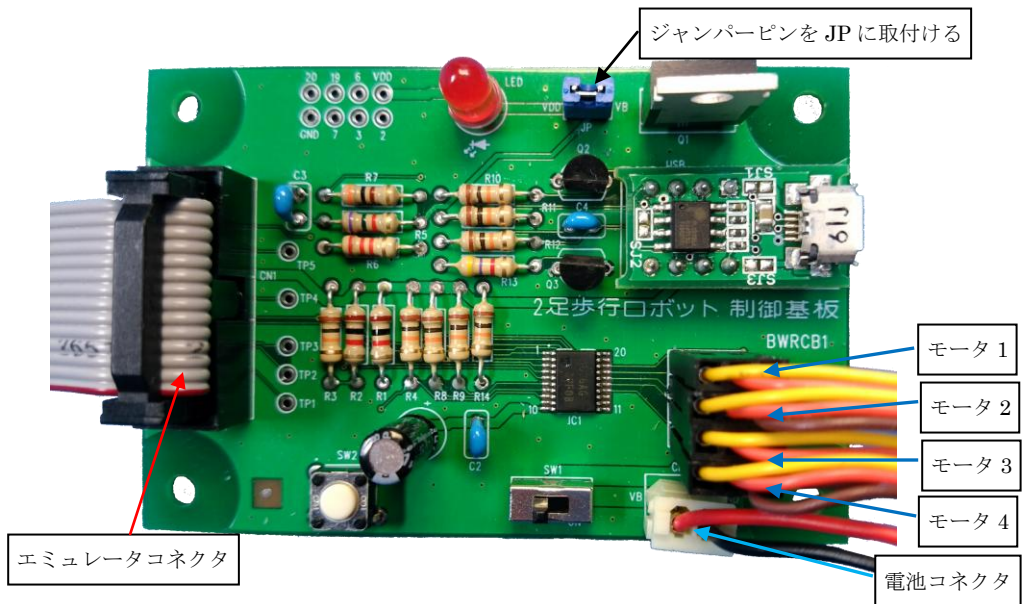

図 12 モータコネクタの基板への取付け状況
制御基板にE2 エミュレータ Lite、電池ボックス、4つのモータのケーブルを接続します(図 12)。基板上のジャンパー用ピンヘッダー (JP) にジャンパーピンを接続します。